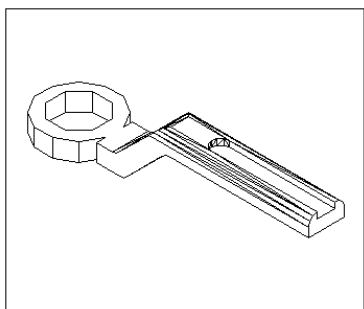
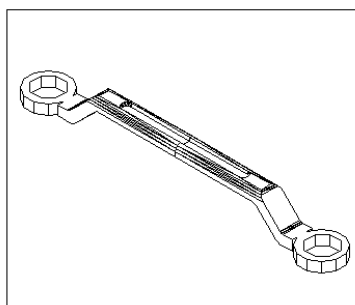

图 16-19
图 16-20
(19) 单击  按钮或者在命令行直接输入 fillet, 设定圆角半径为 20, 将手柄各边进行圆角处理, 结果如图 16-19 所示。
(20) 单击  按钮或者在命令行直接输入 union, 将螺丝孔和手柄合为一体。
(21) 镜像处理。执行 Modify→3D Operation→Mirror 3D 命令。将上述实体沿着 yz 平面对称过来。
(22) 单击  按钮或者在命令行直接输入 union, 结果如图 16-20 所示。
(23) 单击  按钮或者执行 View→Render→Render...命令。选择合适的材质, 最终得